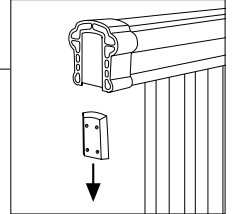

Figura 5
7. Quite el barandal de los postes, y elimine la porción de espigas de cada soporte (sin embargo, todavía no quite el soporte del barandal) (Figura 5). (Ahora ya no necesitará los bloques espaciadores.)